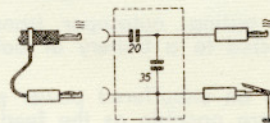

Fig. 10
5. Zum Abgleich des Gerätes künstliche Antenne gemäß Fig. 10 verwenden (**nur bei AM**), wenn kein Meßsender der Firma NEUWIRTH, Typ EP 104 A oder Typ EP 104 B mit aufsteckbarer künstlicher Antenne zur Verfügung steht. In Meßsender anderer Fabrikate eingebaute künstliche Antenne nicht benutzen.